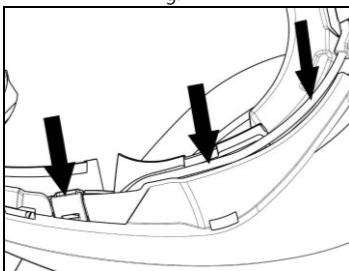

Fig. 14
- Instalar o cabo dentro do capacete e posicionar o clipe de fixação direito no local apropriado (Fig. 14).